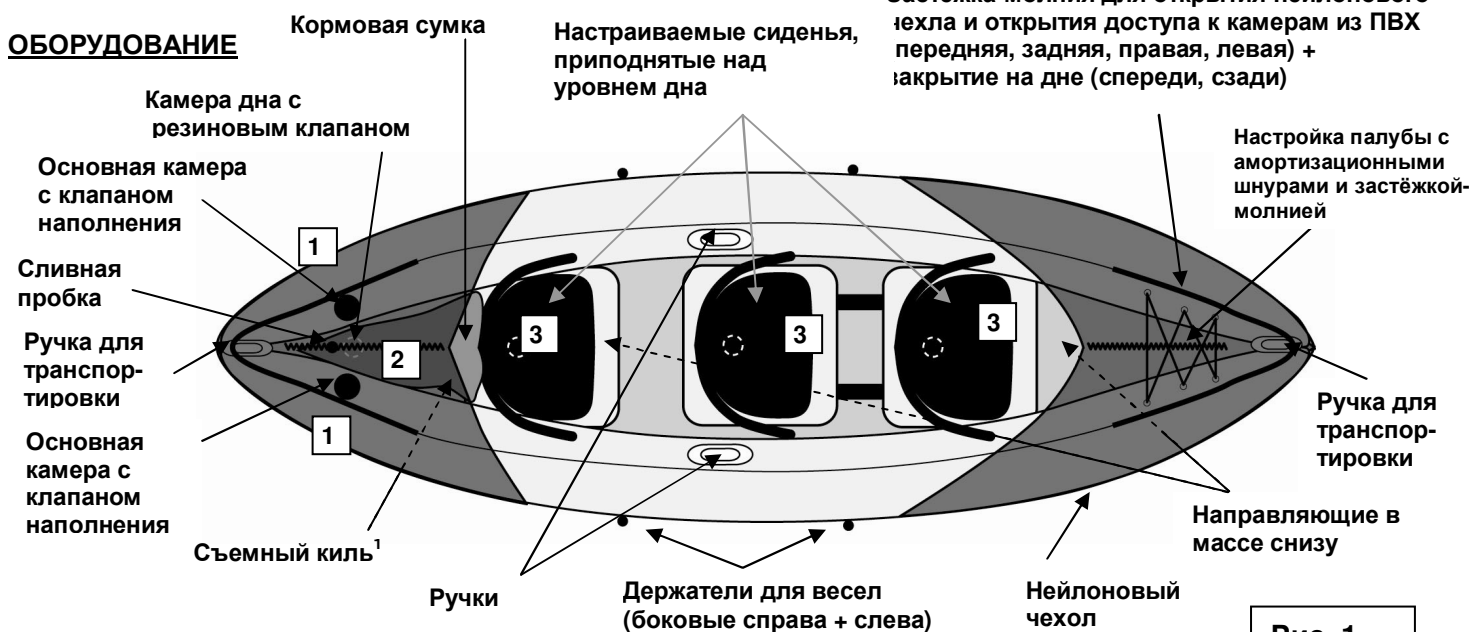

Рис. 1
- a) Клапан (ы) Boston (рис. напротив): Отвинтите колпачок клапана (1); ввинтите корпус клапана (2) в основание клапана (3); не убирайте колпачок. Вставьте коней шланга насоса в клапан и надувайте до достижения рекомендуемого давления (см. пункт 3). После накачивания как следует завинтите колпачки клапанов (по часовой стрелке). **Примечание:** небольшая утечка воздуха до полного закрытия клапанов - нормальное явление, **ГЕРМЕТИЧНОСТЬ** обеспечивается только колпачком клапанов.
3. При надувании продукта соблюдайте установленный порядок надувания, указанный на бирке, наклеенной на продукт (см. также Рис.1, Нумерация клапанов).